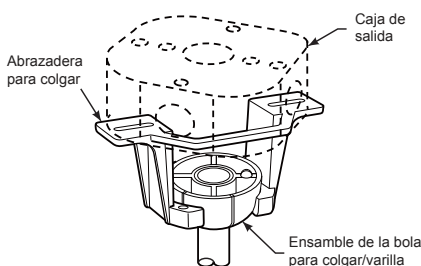

Figura 4
4. Afloje los dos tornillos de fijación del soporte del barral. Introduzca los cables de color negro, blanco y azul de soporte para techo a través de la varilla. (Figura 4)
2. Levante cuidadosamente el ventilador y coloque el ensamble de la bola para colgar/varilla en la abrazadera para colgar que acaba de fijar a la caja de salida. Asegúrese de que la ranura de la bola esté alineada con la lengüeta de la abrazadera para colgar. (Figura 4)
3. Una vez realizadas las conexiones, gire los conductores hacia arriba y, con cuidado, colóquelos dentro de la caja de salida; con los conductores blancos y verdes hacia un lado y los conductores negros hacia el otro. (Figura 4)
Instale la cubierta del cable del kit de iluminación en la ensamble de la placa de iluminación usando las dos ranuras con clave. Sustituya el tornillo extraído y fije bien los tres tornillos. (Figura 4)
4. Para configurar el código del mando a distancia, Mueva los interruptores de código hasta colocar el código de selección en la posición arriba o abajo. Con un destornillador pequeño o con una lapicera (no se incluye) deslice firmemente hacia arriba o hacia abajo. (Figura 4)